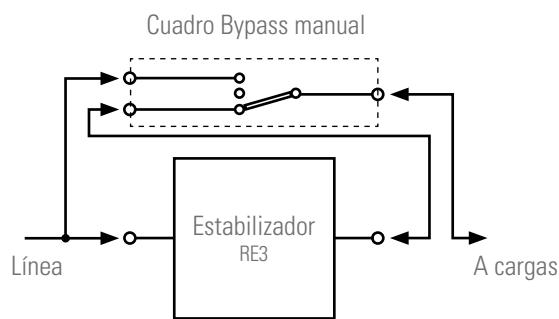
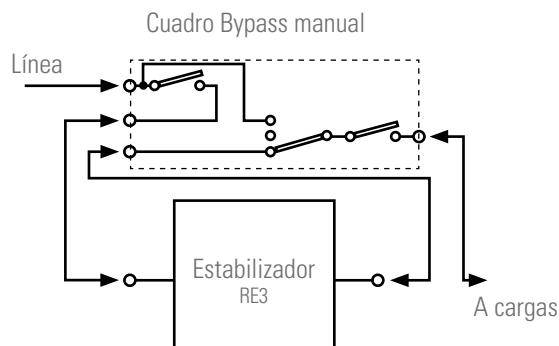
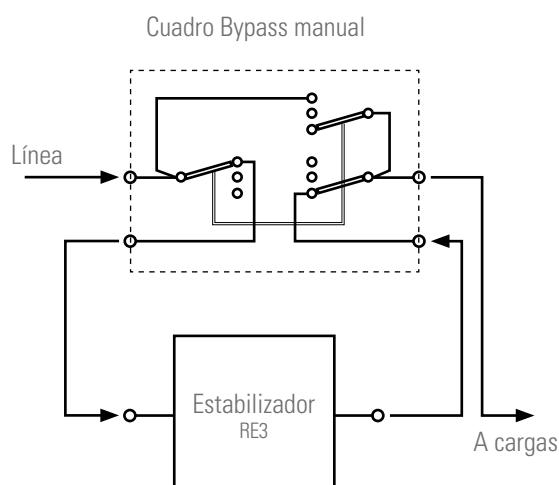

Fig. 16. Conexión estabilizador con Cuadro de Bypass manual con commutador simple.
Fig. 17. Conexión estabilizador con Cuadro de Bypass manual con commutador simple y protecciones.
Fig. 18. Conexión estabilizador con Cuadro de Bypass manual con commutador doble.
- Las conexiones entre el Cuadro de Bypass con la red de alimentación, el estabilizador y cargas será distinto si se trata de un Cuadro con conmutador simple (ver Fig. 16), si dispone adicionalmente de interruptores de protección (ver Fig. 17) o si es el Cuadro dispone de un conmutador doble (ver Fig. 18). El disponer o no de interruptor de salida no tendrá consecuencias en cuanto a conexiónado.